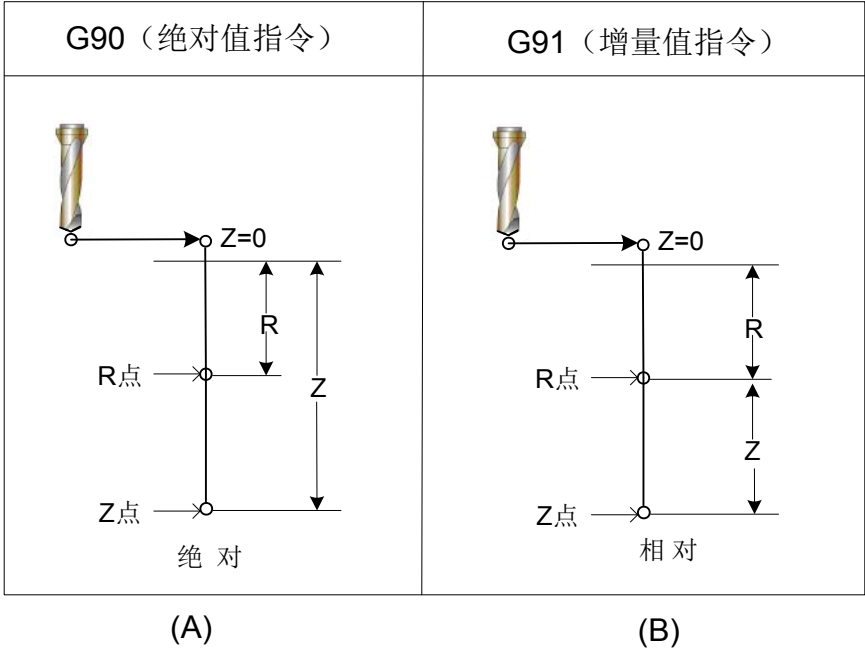

图 3-4-2
| 孔加工数据 | Z | 如图 3-4-2 (A) 所示，用增量值指定从 R 点到孔底的距离或者用绝对值指令孔底的坐标值。进给速度在动作 3 中是用 F 指定的速度，在动作 5 中根据孔加工方式不同，为快速进给或者用 F 代码指令的速度。 |
| | R | 用增量值指定图 3-4-2(B) 的从初始点平面到 R 点距离，或者用绝对值指定 R 点的坐标值。进给速度在动作 2 和动作 6 中全都是快速进给。 |
沿着钻孔轴的移动距离对 G90 和 G91 变化如图 3-4-2 所示。（一般用 G90 编程，如用 G91 编程，则 Z 和 R 均按负值处理）